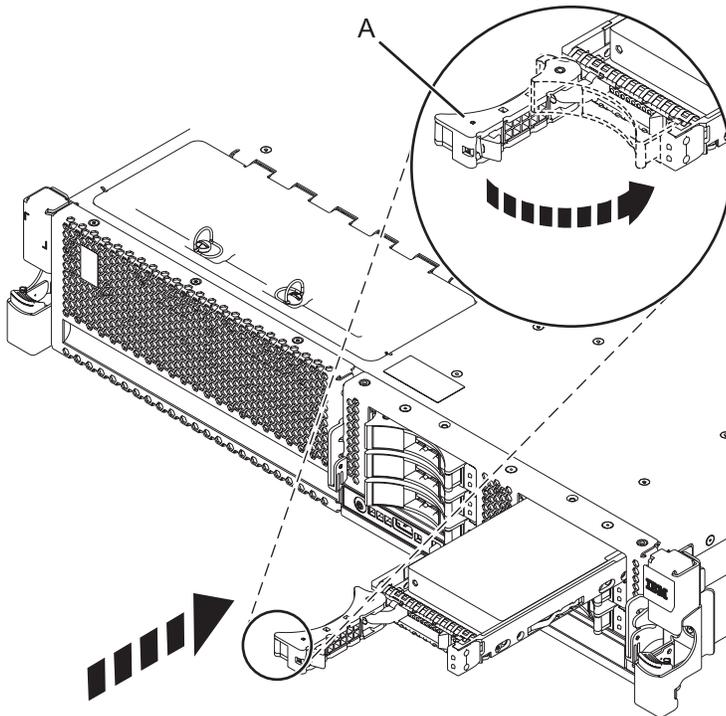

Figura 1. Instalación de una unidad de disco en el sistema
6. Cuando el LED de identificación se encienda de manera fija, deslice la unidad hasta el fondo del sistema o de una unidad de expansión y empuje hacia adentro el asa de la unidad (A) hasta que quede encajada. Consulte Figura 1.